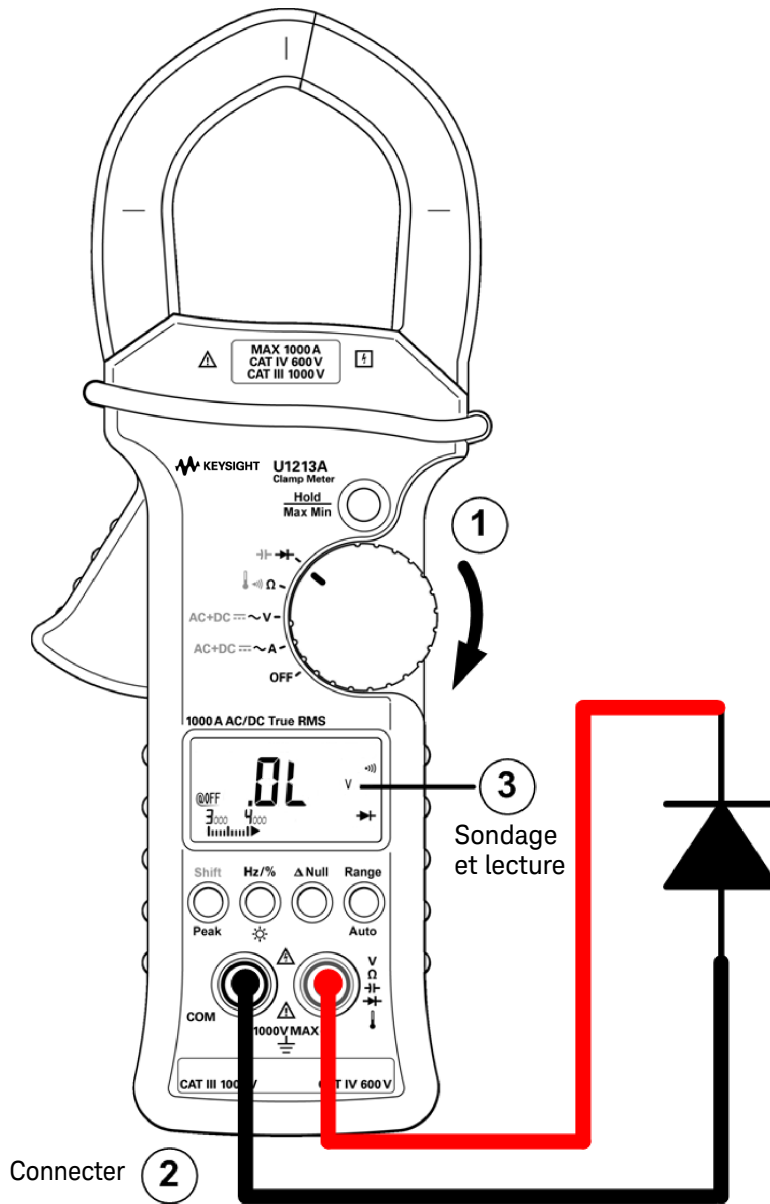

Figure 2-6 Mesure de la diode (polarisation inverse)
- 4 Inversez les sondes et mesurez à nouveau la tension aux bornes de la diode (voir Figure 2-6 à la page 45). Évaluez la diode selon les critères suivants :